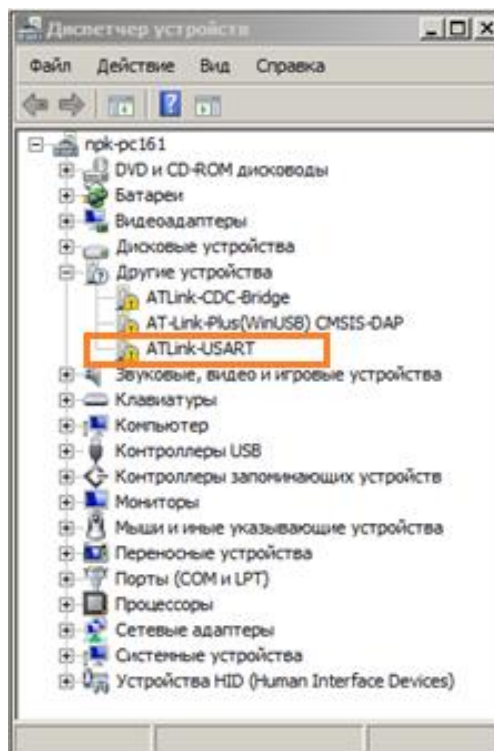

Рисунок 3.2 – Определение программатора в диспетчере устройств
3.3.4 Убедиться, что программатор AT-Link+ определился компьютером как **ATLink-USART** (рисунок 3.2).